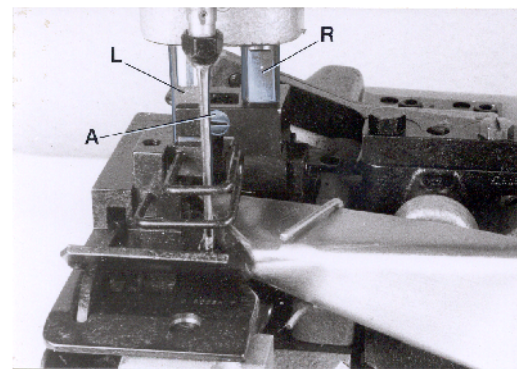

Fig. 10
Styles 80800TL, TAL, U, UA, UL and UAL have a two-piece presser foot. Insert the right presser foot part on the pivot of the right presser bar (R, Fig. 10) and align the flats on the two lock nuts (A, Fig. 10) to the guide fork of the presser foot shank. The flats on the left presser bar should slide freely in the fork, this can be adjusted with screw (A). Secure this setting with the lock nut. Now insert the left presser foot part on the pivot of the left presser bar (L) and align it with needle slot and feeler slot to the throat plate. Tighten set screws in both presser foot shanks.
Die Maschinen 80800TL, TAL, U, UA, UL, and UAL haben einen zweiseitigen Drückfuß. Schieben Sie das rechte Drückfußteil auf den Zapfen der rechten Drückfußstange (L, Fig. 10) und richten Sie die Flächen auf der linken Drückfußstange (L, Fig. 10) nach der Führungsgabel der Drückfußnabe aus. Die Flächen der linken Drückfußstange müssen in der Gabel leicht gleiten können, dies kann mit der Schraube (A) eingestellt werden. Sichern Sie die Einstellung mit der Kontermutter. Nun schieben Sie das linke Drückfußteil auf den Zapfen der linken Drückfußstange (L) und richten es mit Stichloch und Tasterschlitz zur Stichplatte aus. Ziehen Sie die Gewindestifte in beiden Drückfußnaben an.